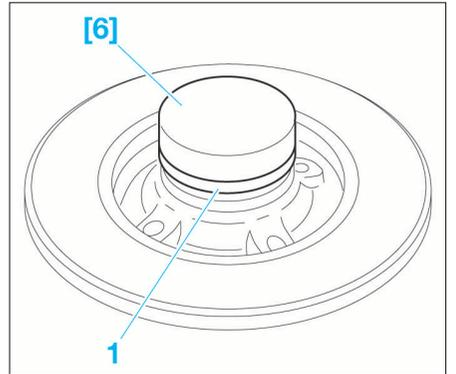

FIG. 33
- Positionner la cible radiale d'antiblocage de roue (1) sur le moyeu / disque de frein arrière (Fig.33).
- Poser l'outil [6] (tampon ref. 0814).
- Monter la cible radiale d'antiblocage de roue (1) jusqu'en butée à l'aide d'une massette.